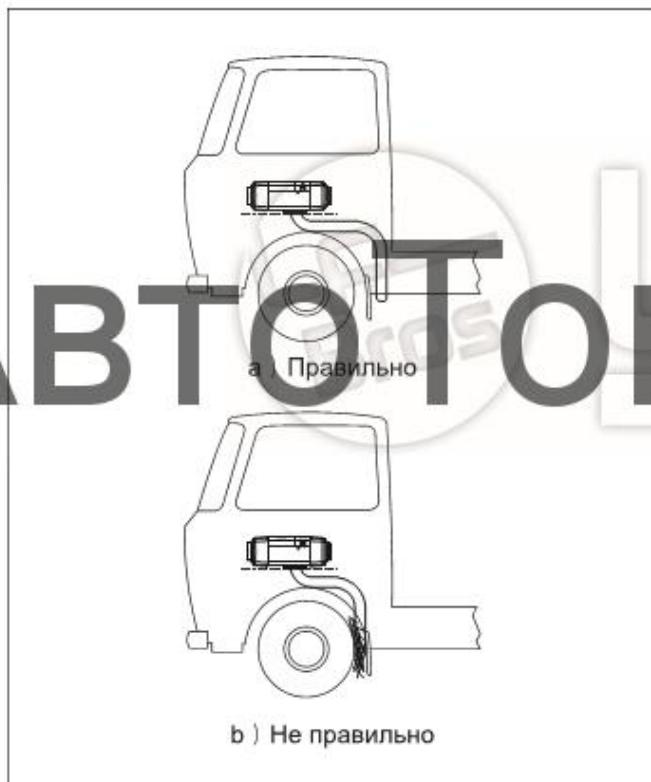

Рис. 24
4.6.5 Расположение трубопровода должно быть таким, чтобы грязь, вода, снег и другие не засоряли его (Рисунок 24).